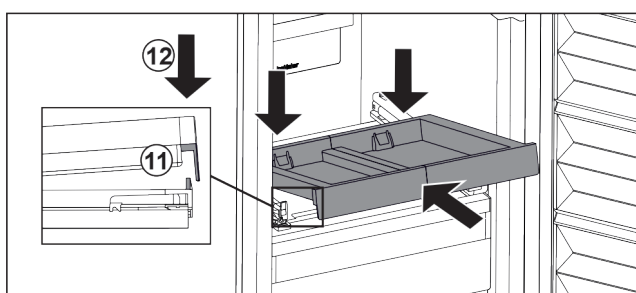

Fig. 37
- ▶ Wsunąć pod skosem. Zwrócić uwagę, aby ogranicznik znajdował się po obu stronach za nakładką. Fig. 37 (11)
- ▶ Osadzić wysuwaną półkę z przodu. Fig. 37 (12)